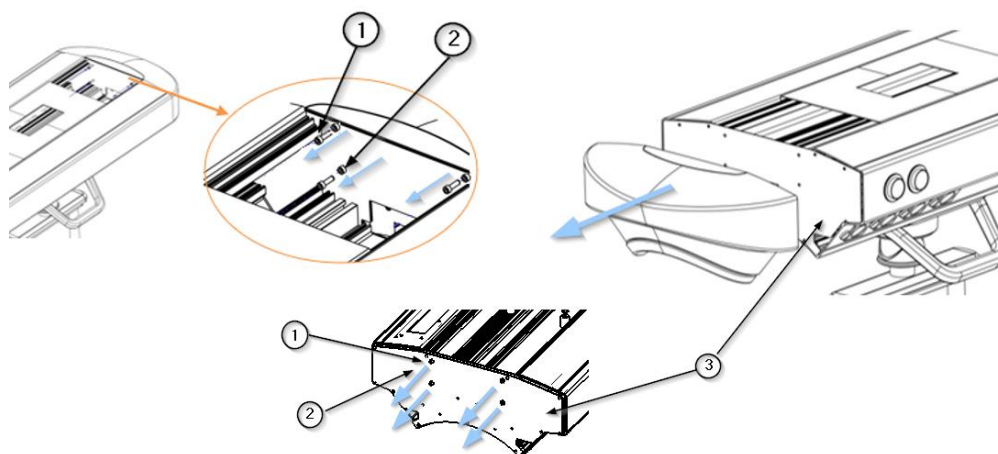
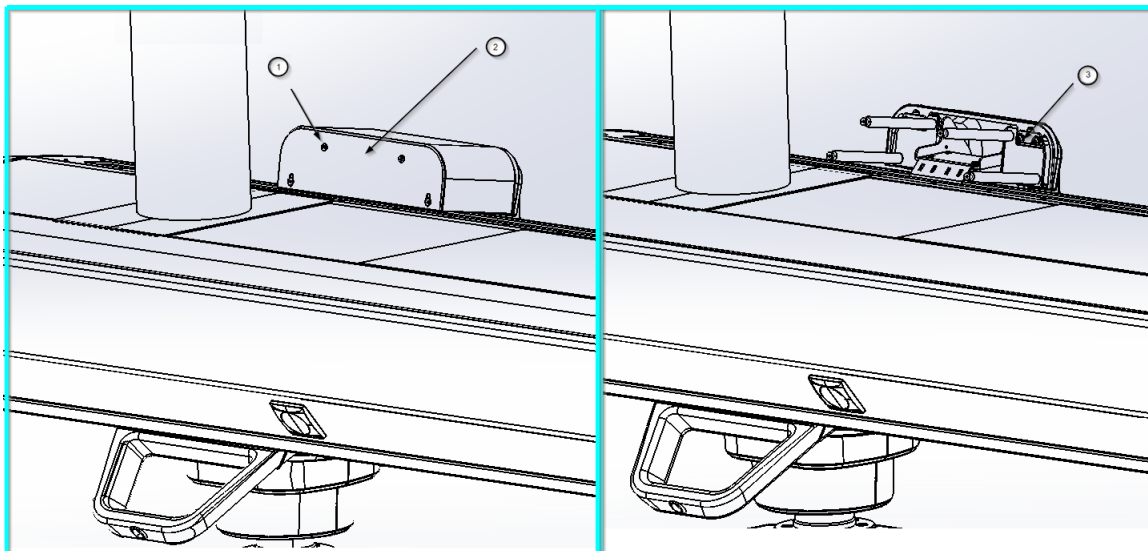

Fig. 3 Démontage/assemblage des embouts sur le corps principal d'ABITUS
Fig.4 Démontage de la garniture supérieure
- Dévisser les vis de fixation ① qui maintiennent la garniture supérieure ② comme indiqué à gauche dans la figure 3.
- Retirez la garniture supérieure ②
- Dévisser les vis de fixation à six pans creux ③ du haut de la garniture arrière ④, comme indiqué à droite dans la figure 4.
- Dévisser les vis à tête cylindrique ⑥ fixant les plaques de garniture ⑦ et les vis à tête cylindrique fixant la partie inférieure de la garniture arrière, comme indiqué sur la figure 4.
- Retirez la garniture arrière ④.
Ne dévissez pas la vis à tête cylindrique centrale (marquée d'une croix rouge sur la figure 4), sinon le carrousel tournera librement et la rotation ne pourra plus être limitée.
La vis à tête cylindrique d'arrêt (2) apparaît alors comme indiqué dans la partie inférieure de la figure 4 (détail en bas à droite de la figure).
- Dévissez et retirez la vis à six pans creux (2).